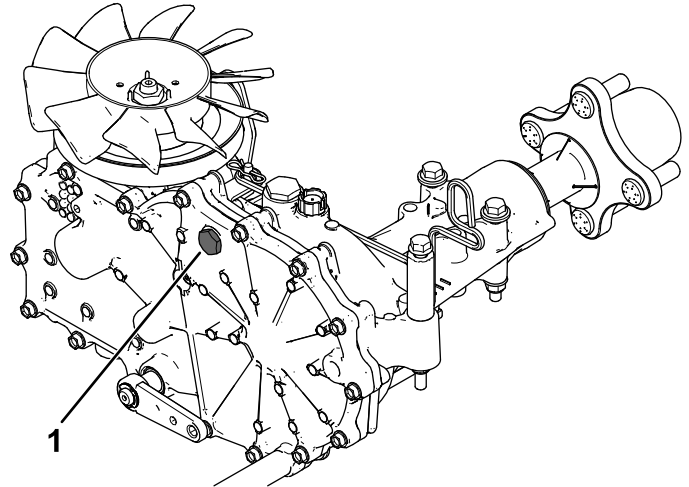
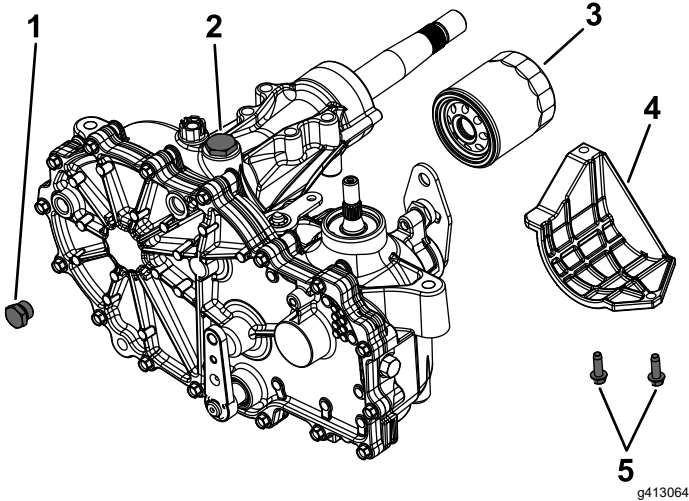

Figure 90
Figure 91
2. Retirez le bouchon de l'orifice supérieur de chaque boîte-pont et vérifiez que le liquide est visible au bas de chaque orifice supérieur (Figure 90).
remplissage jusqu'à ce que le liquide soit visible au bas de l'orifice supérieur de chaque boîte-pont (Figure 90 et Figure 91).
4. Localisez le filtre et les protections sur chaque transmission à boîte-pont (Figure 91).
5. Retirez les 3 vis qui fixent la protection du filtre et déposez la protection (Figure 91).
7. Retirez le bouchon de l'orifice supérieur (Figure 91) sur les boîtes-ponts gauche et droite avant de faire le plein d'huile.
9. Rebouchez l'orifice supérieur de chaque boîte-pont lorsque le niveau d'huile atteint cet orifice (Figure 91).